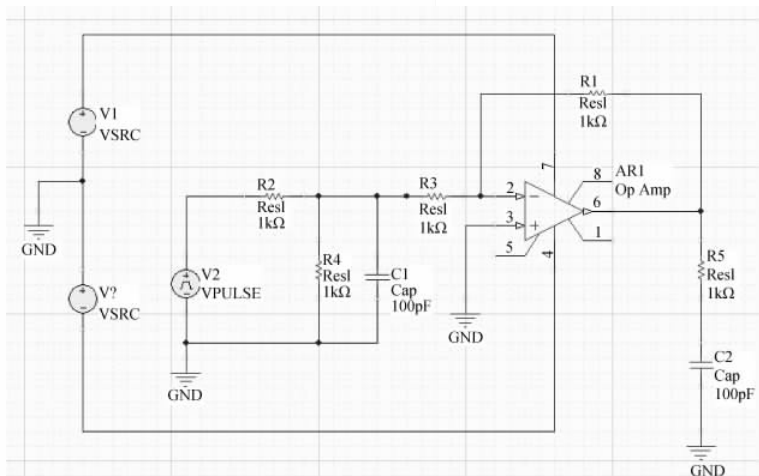

图 3-39 为电路元器件和信号源分配唯一的标识符
(5) 按照前面所介绍的为元器件分配标识符的方法,为电路中的元器件和信号源分配唯一的标识符。图 3-39 给出分配完标识符后的原理图界面。